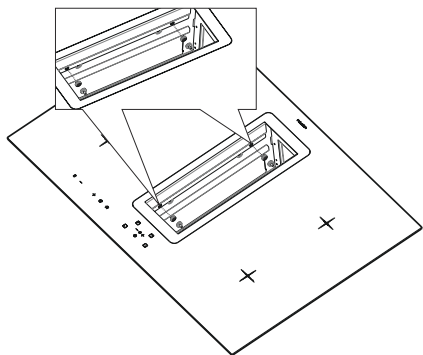

Fig. 12
- 7.** Der findes 4 skruenhuller til at fastmontere beholderen til kogepladen. Skru nu 4 skruer i hullerne for at afslutte monteringen af beholderen (Fig. 12).